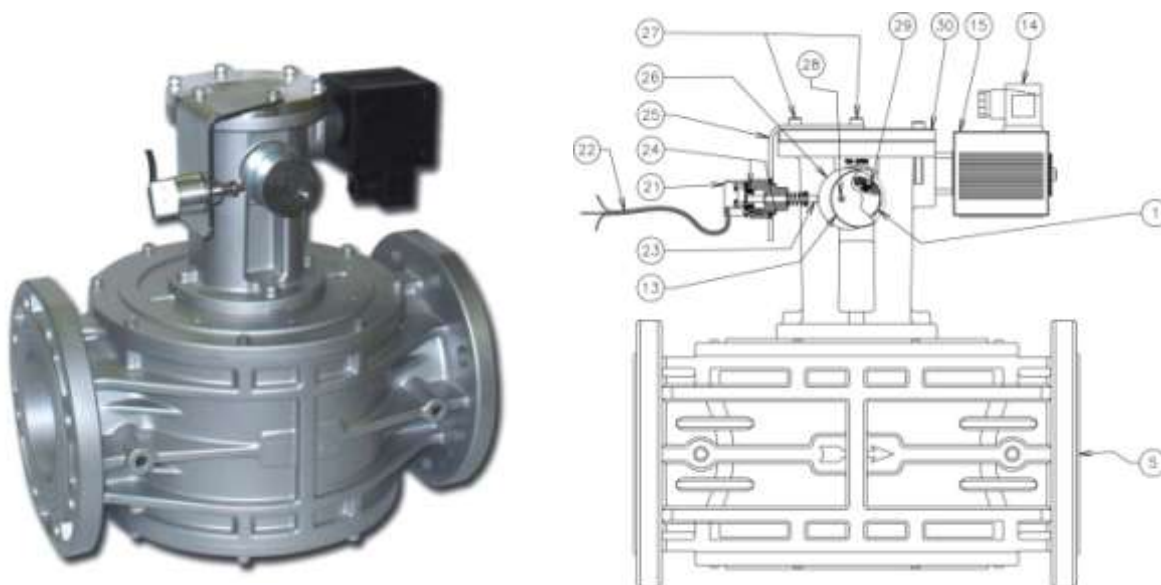

Рис. 7
Если индикаторный переключатель поставляется в комплекте запасных частей, его установка на уже установленный электромагнитный клапан (DN 65 - DN 300) производится в следующем порядке (см. рис. 7)
1. Отвинтите шпильку (29) которая обеспечивает фиксацию рукоятки взвода (1) и извлеките рукоятку.
2. Вставьте эксцентриковое металлическое кольцо (26) и рукоятку взвода (1), поставляемые в комплекте, затем зафиксируйте их с помощью шпильки фиксации (29).
3. Отвинтите два винта (27) с крышки цилиндра (30).
4. Установите кронштейн индикатора (25) на крышку цилиндра (30), как показано на рис. 7, при помощи двух винтов.
5. Для регулировки индикатора (21), установите эксцентриковое металлическое кольцо (26) так, чтобы при закрытом электромагнитном клапане штифт индикатора (23) был нажат.
6. Зафиксируйте в этом положении индикатор (21) используя шпильки крепления индикатора (24).
Клапан (рис. 7) состоит из: рукоятка взвода (1), корпус клапана (5), колпачок рукоятки взвода (13), электрический коннектор (14), соленоид (15), индикатор положения (21), соединительный кабель (22), штифт индикатора положения (23), шпильки крепления индикатора положения (24), кронштейн для индикатора положения (25), эксцентриковое металлическое кольцо (26), винты фиксации кронштейна для индикатора положения (27), винт фиксации колпачка рычага взвода (28), шпилька фиксации рукоятки взвода (29), крышка цилиндра (30).